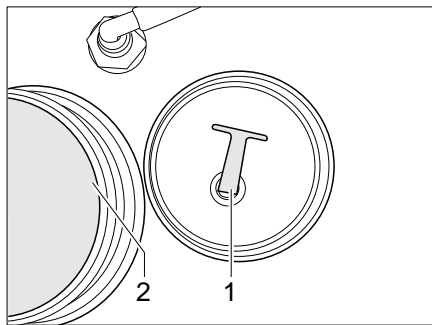

Bild 338 Verschluss-Stopfen
- Den Verschluss-Stopfen (Bild 338,1) aus der Ablassöffnung (Bild 338,2) heraus-schrauben.